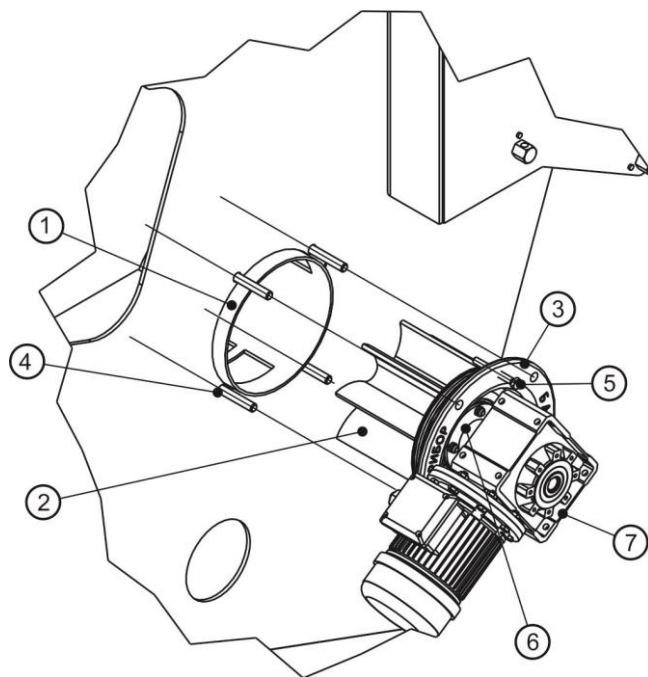

Рис.10
Шлюзовой затвор перегрузки «крупки» (Рис. 10) состоит из: обечайки (1), вваренной в корпус изделия, эластичного ячейкового ротора (2), крышки (3), резьбовых шпилек (4), регулировочных болтов (5), соединительного узла - «катушка» (6) с уплотнительным диском, мотор-редуктора (7). В верхней части обечайки (1) расположены загрузочные, а в нижней - разгрузочные окна.